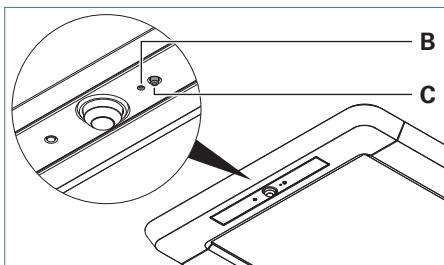
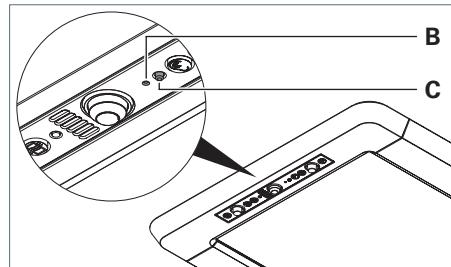

Fig. 28: Configurare l'elemento di comando, versione R.
Fig. 29: Configurare l'elemento di comando, versione RX.
- ▶ Premere il tasto nell'apertura **B** con la punta di una graffetta aperta, vedere Fig. 28 e vedere Fig. 29.
- ▶ Premere il tasto **C**, vedere Fig. 28 e vedere Fig. 29.
- ▶ Premere il tasto **C** e mantenerlo premuto, vedere Fig. 28 e vedere Fig. 29.